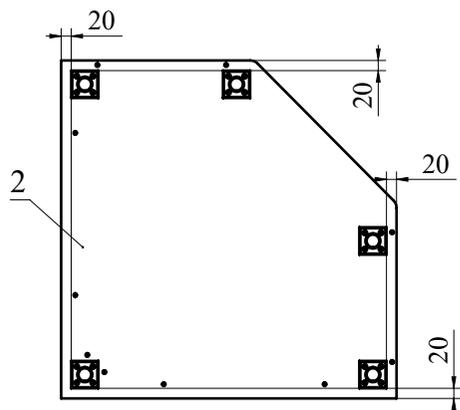

Рис. 6
6. Закрепите опоры к детали 2 при помощи шурупов 3,5x16 (Рис. 6).